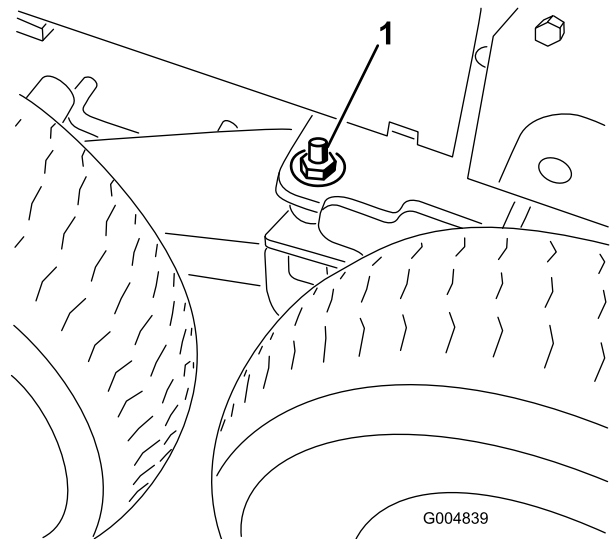

Figura 77
7. Retire la contratuerca de 1/2 pulgada y la arandela plana de los soportes de giro derecho e izquierdo del bogie para desenganchar el pivote (Figura 77).
plana de 1/2 pulgada y la contratuerca en el espárrago, y apriete la tuerca con los dedos solamente en ambos lados de la máquina (Figura 77).